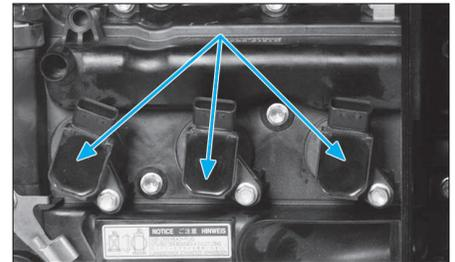

FIG. 24
- Déposer les 3 bobines d'allumage (Fig.24), puis les bougies.